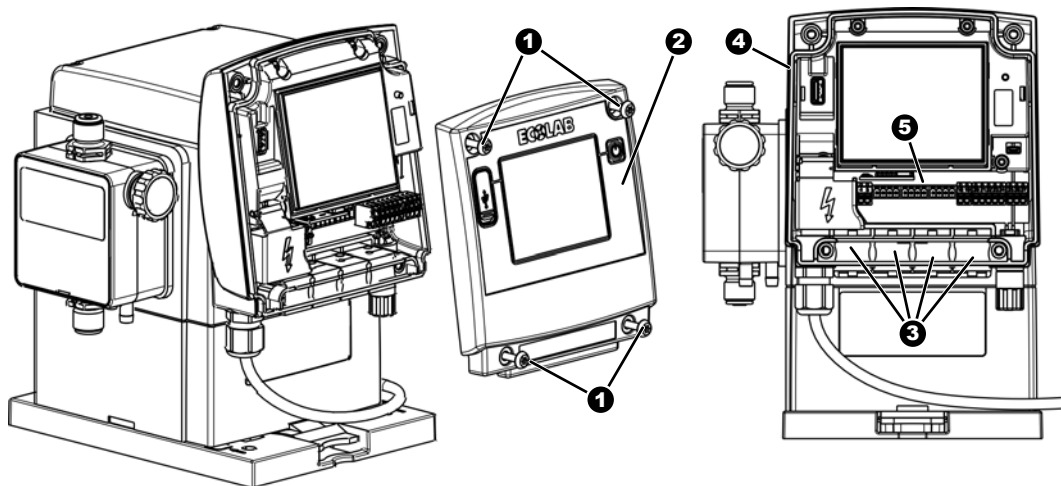

Abb. 11: Elektrische Installation „EcoAdd“
1. ➤ Alle vier Gehäuseschrauben (Abb. 11 , 1) lösen.
2. ➤ Frontdeckel (2) abnehmen.
3. ➤ Anschlussleitungen durch die Kabeltüllen (3) führen.
Nach Demontage des Frontdeckels (Abb. 11 , 2) sind die Klemmen zugänglich.